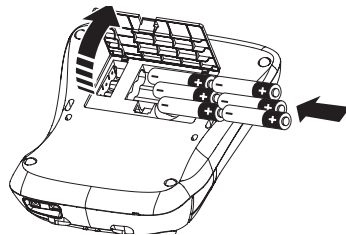

Figura 2
1. Retire la tapa del compartimento de las pilas, véase Figura 2.